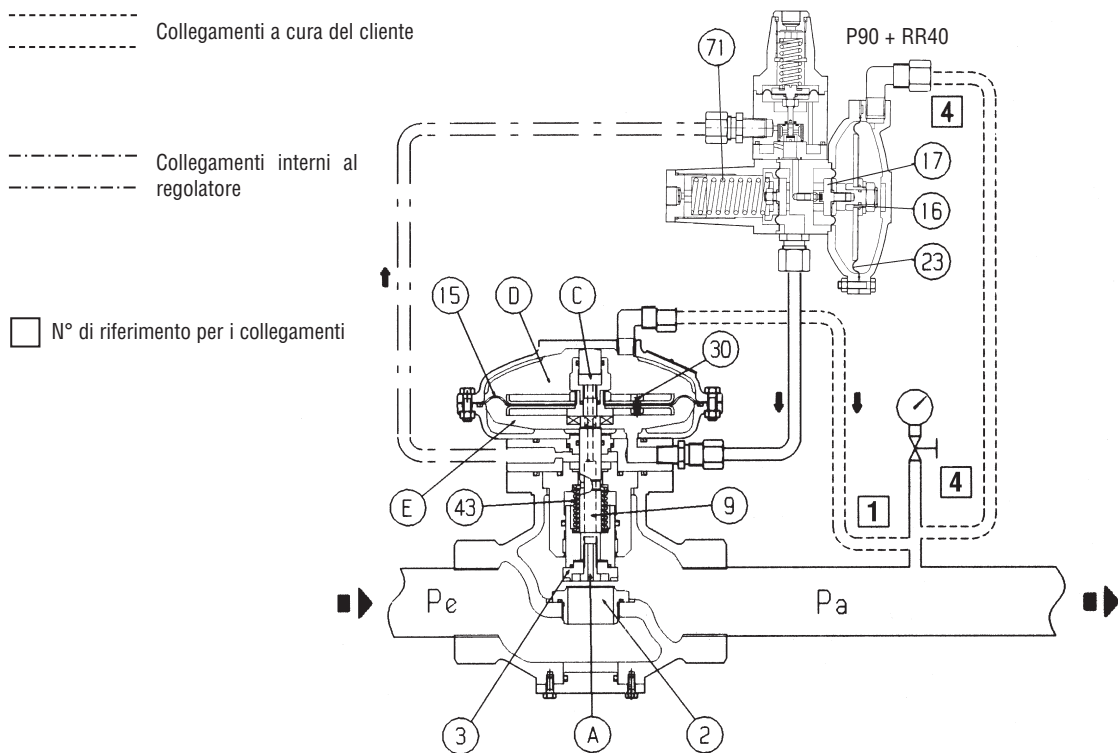

Fig. 1
1.2 FUNZIONAMENTO (FIG. 1)
Se, per esempio, durante il funzionamento, c'è una diminuzione della pressione di valle Pa (a causa dell'aumento della portata richiesta o della diminuzione della pressione di monte) si ha uno squilibrio nell'equipaggio mobile 16 del pilota, che si sposta provocando un aumento dell'apertura dell'otturatore 17. Aumenta di conseguenza anche il valore della pressione di motorizzazione Pm, che agendo nella camera E al di sotto della membrana 15 (fig. 1) determina uno spostamento verso l'alto dell'otturatore 3 e quindi l'aumento dell'apertura del regolatore fino a ripristinare il valore prestabilito della pressione regolata.